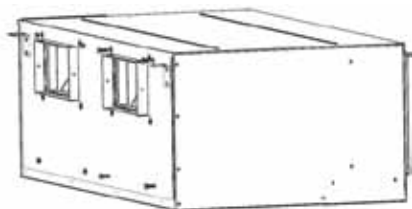

Рис. 10.3
4. Выверните 4 винта М8 из передней панели кондиционера. (Рис. 10.3).